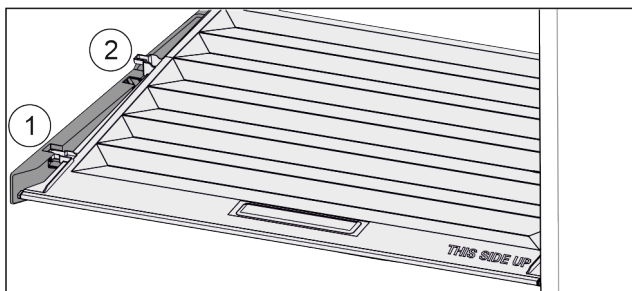

Fig. 89
- ▶ Vytáhněte víko dopředu až k otvoru v přídržných dílech Fig. 89 (1).
- ▶ Vzadu zespodu nadzvedněte a vyjměte směrem nahoru Fig. 89 (2).